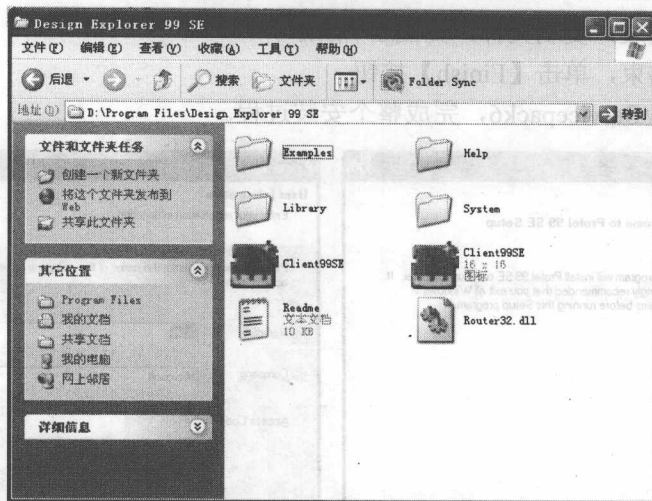

图 1-7 Protel 99 SE 的文件组成
(7) 系统开始安装, 复制文件, 如图 1-7 所示。
(8) 系统安装结束, 单击【Finish】按钮。
(9) 安装补丁包 Servicepack6, 完成整个安装过程。
Protel 99 SE 安装完成后，其文件组成如图 1-7 所示，包含了 4 个文件夹和 Client99SE.exe 主应用程序文件。其中 Examples 文件夹存放 Protel 99 SE 附带的几个设计实例；Help 文件夹存放帮助文件；Library 文件夹存放 PCB 库文件、PLD 库文件、原理图 SCH 库文件、信号完整性库文件和仿真库文件共 5 个子文件夹；System 文件夹存放 Protel 99 SE 各种服务程序文件。